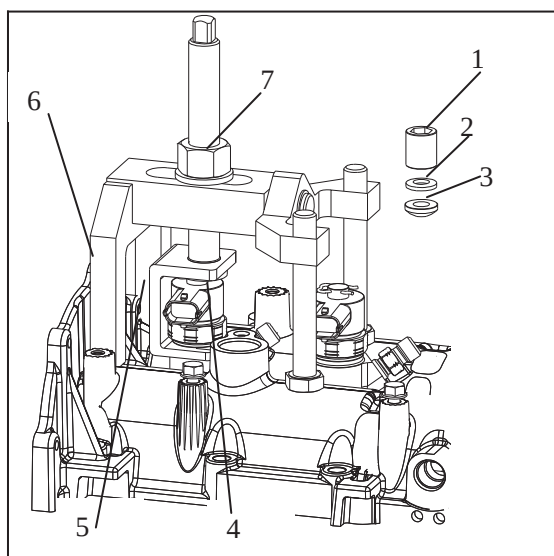

图 1-5
6.1 如图 1-5，首先拆卸喷油器压板螺母（1），取出蝶形垫片（2）和球面垫圈（3）。
6.2 如图 1-5，用专用工装（6）上的（5）机构，卡住喷油器总成（4）的图示位置，拧紧螺母（7），向上提升工装机构（5），将喷油器总成垂直向外拉